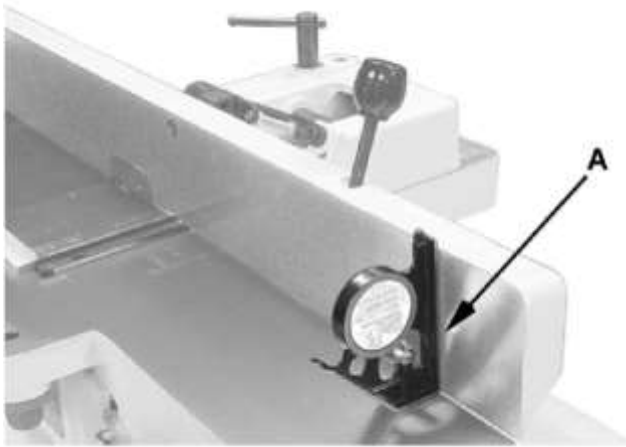

Рис. 25
5. Установите прибор для измерения угла наклона на столе напротив ограждения, чтобы подтвердить установку на 90° (A, рис. 25).
6. Если ограждение не перпендикулярно столу, отпустите фиксирующую ручку (J), ослабьте шестигранную гайку (F) и поверните стопорный болт (E) до тех пор, пока ограждение не станет перпендикулярным столу.
7. Затяните контргайку (F), чтобы зафиксировать положение. Затяните фиксирующую ручку (J).